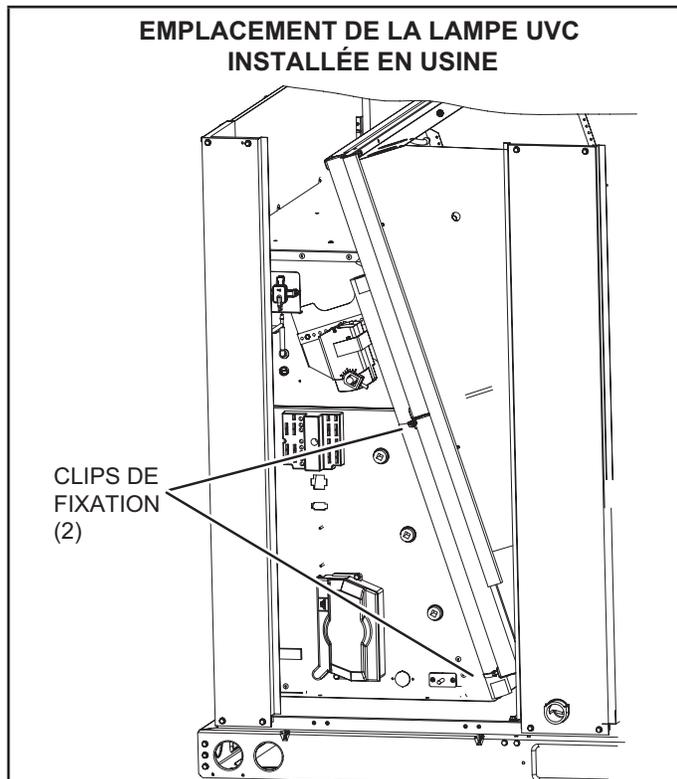

FIGURE 34
- 1 - Coupez les serre-fils et retirez la lampe UVC attachée au porte-filtre. Reportez-vous à la FIGURE 34.